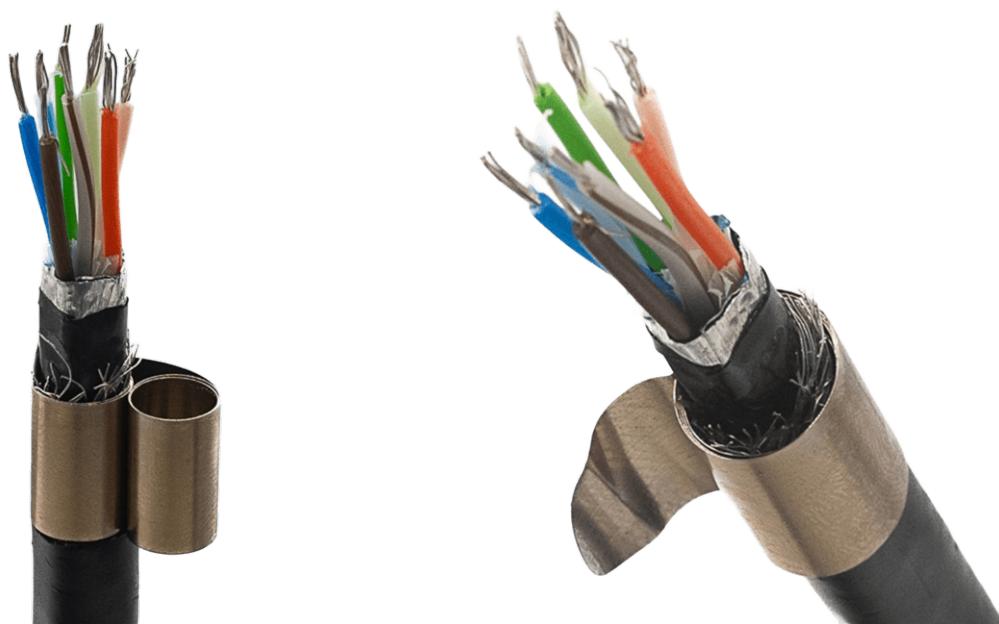

Рисунок 39. Заземляющая вставка на броне кабеля (пример)
7.1.10. Установить заземляющую вставку ППД-0 на броне кабеля (Рисунок 39).